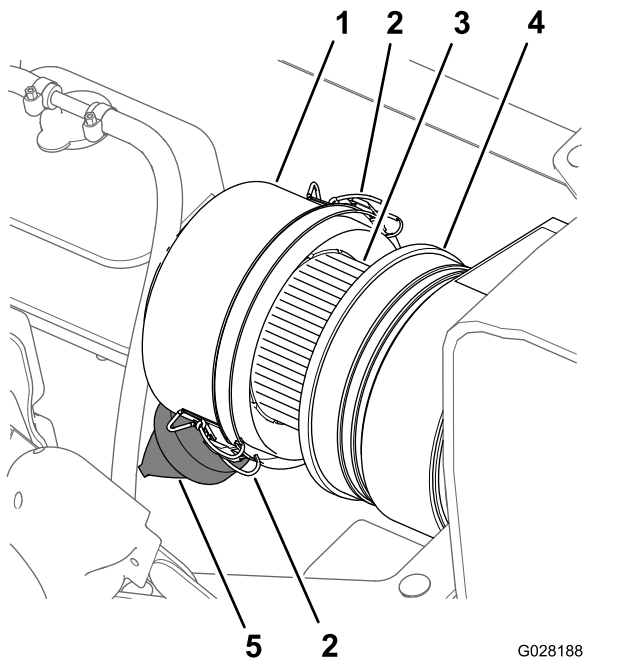
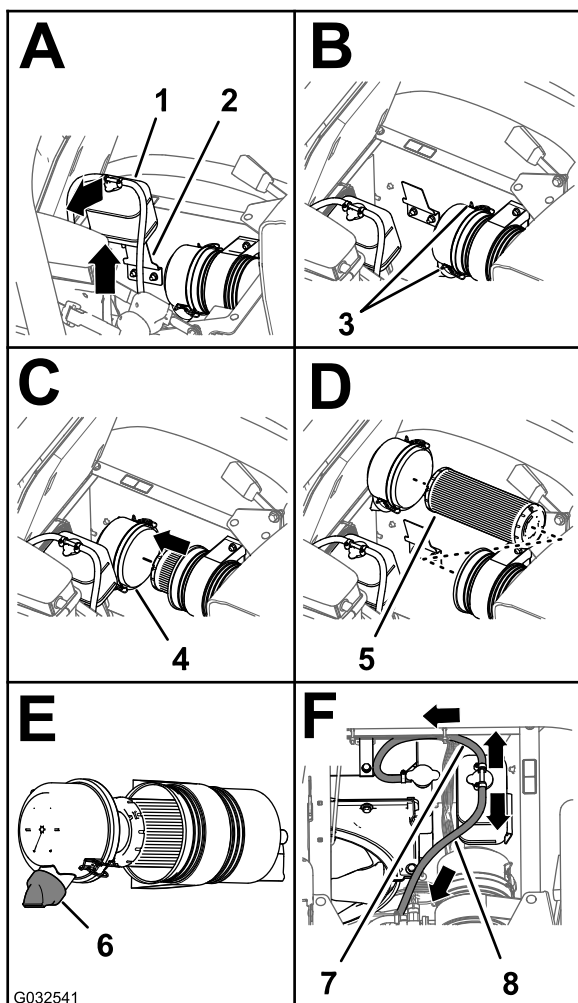

Figura 68
Figura 69
3. Pulite il coperchietto antipolvere e il corpo del filtro dell'aria (Figura 68).
4. Controllate il corpo del filtro dell'aria per escludere danni che possano causare una perdita d'aria (Figura 68).
5. Comprimate la valvola antipolvere per pulirla da sporcizia, polvere e detriti (Figura 68).
7. Verificate l'elemento del filtro dell'aria per escludere un eccessivo accumulo di polvere, sporcizia e detriti (Figura 68).
8. Montate il coperchietto antipolvere sul corpo del filtro dell'aria e fissatelo con i 2 fermi (Figura 68).
2. Pulite il coperchietto antipolvere e il corpo del filtro dell'aria (Figura 68).
3. Sollevate il serbatoio di troppopieno del refrigerante ed estraetelo dalla staffa di supporto del serbatoio (Figura 69).
- Allentate i 2 fermi che fissano il coperchietto antipolvere al corpo del filtro dell'aria (Figura 69).
- Pulite l'interno del coperchietto antipolvere, corpo del filtro dell'aria e valvola antipolvere con un panno umido (Figura 68 e Figura 69).
- Inserite l'elemento del filtro dell'aria nel corpo del filtro dell'aria (Figura 69).
- Montate il coperchio sul corpo del filtro dell'aria e fissatelo con i 2 fermi (Figura 69).
**Nota:** Assicuratevi che la valvola antipolvere sia allineata tra le posizioni a ore 5 e ore 7 vista dall'estremità (Figura 69).
- Allineate il serbatoio di troppopieno del refrigerante alla staffa di supporto del serbatoio e posizionate saldamente (Figura 69).
**Importante:** Assicuratevi che il flessibile di sfiato della pressione sia disposto in avanti e verso il basso e che il flessibile di sfiato del serbatoio sia disposto indietro, come illustrato nella Figura 69.